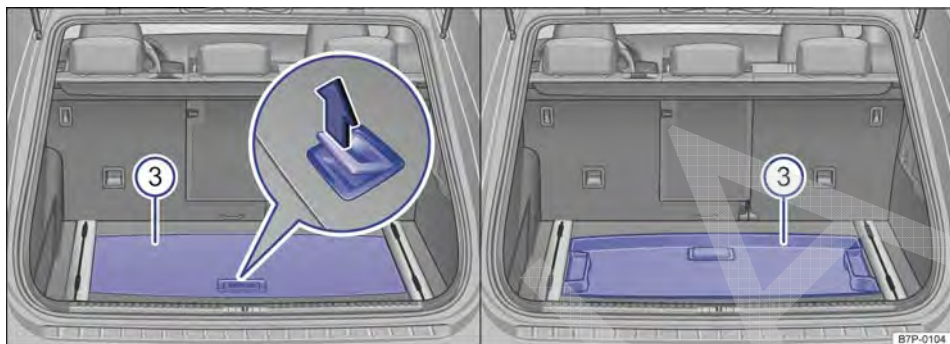

Fig. 223 No compartimento de bagagem sem roda sobressalente completa: dobrar o assoalho reversível
- Rebater a alça → Fig. 223 (lupa esquerda) no sentido da seta para fora do assoalho reversível ❸ e elevar o assoalho reversível.
- Retirar o assoalho reversível ❸.
- Puxar e rebater o assoalho reversível ❸ pela alça e colocá-la na depressão → Fig. 223 (à direita).